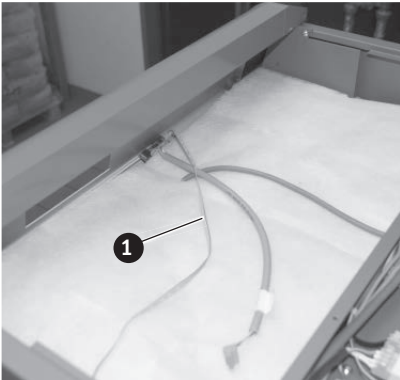
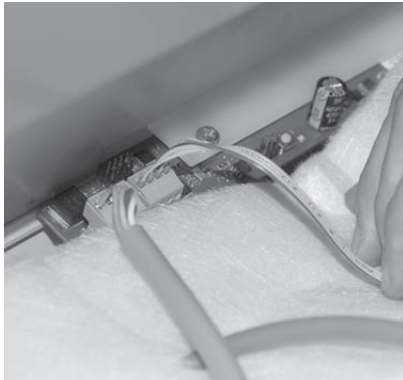

Fig. 69 Collegare il cavo LON
Fig. 70 Collegare il cavo LON
► Collegare il cavo LON alla barra LED – Fig. 69, Fig. 70.